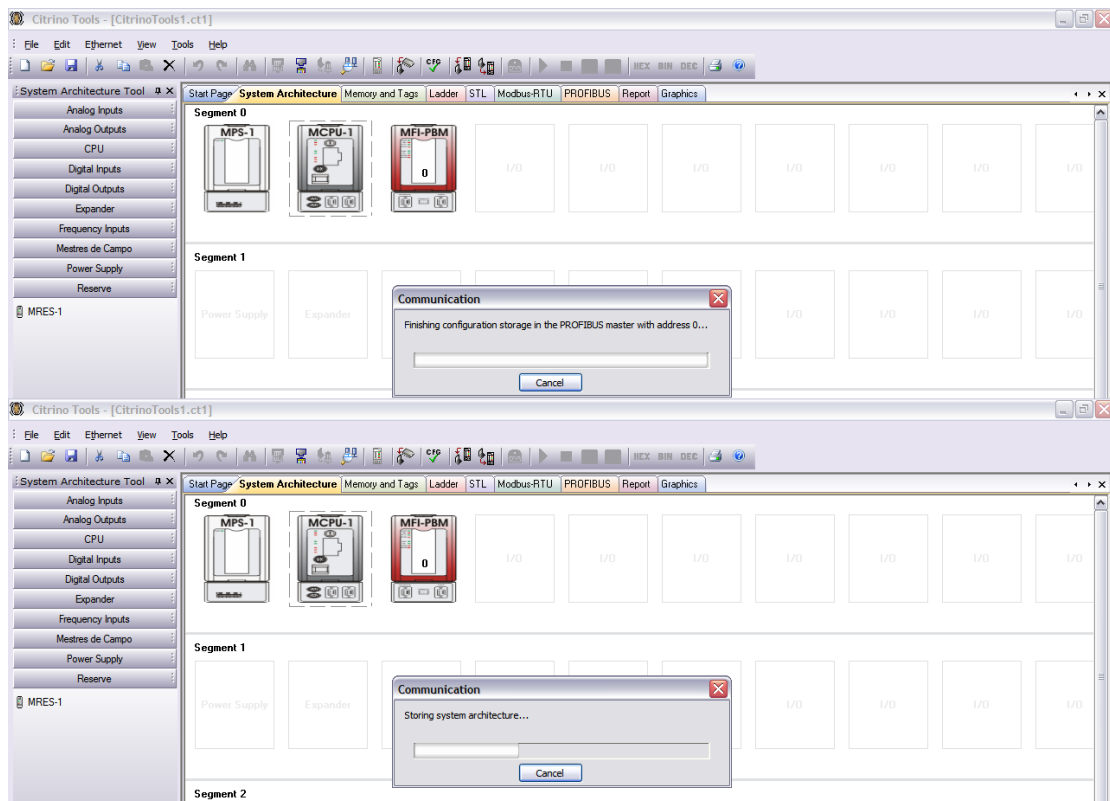

Figura 3.6.2 – Processo de descarregando no MFI-PBM via MCPU-1
- 2) No diálogo *Communication*, aparecerá uma frase informando que está sendo finalizada a configuração no mestre desejado (*Finishing configuration storage in the PROFIBUS master with address 0...*). Depois que é finalizado o salvamento em flash no módulo MFI-PBM (este processo pode demorar de 15 a 30 segundos), o CitrinoTools envia a configuração restante (Ladder, arquitetura do sistema, Modbus-RTU, etc) para a CPU e finaliza o processo de descarga da configuração. Todo este comentário pode ser observado na Figura 3.6.2;